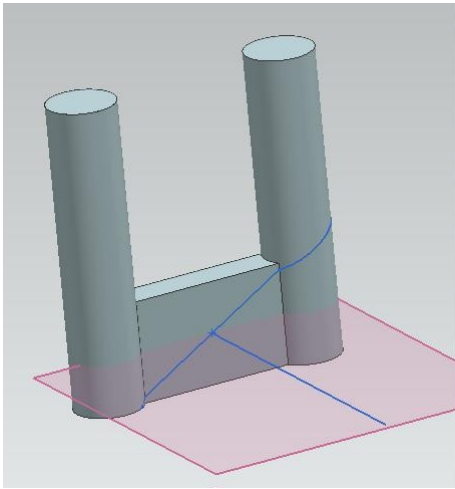

Рис.66
- В противном случае вы получите картинку как на рис.66: вы изменили *угол построения плоскости*, а *линия пересечения* осталась на прежнем месте!